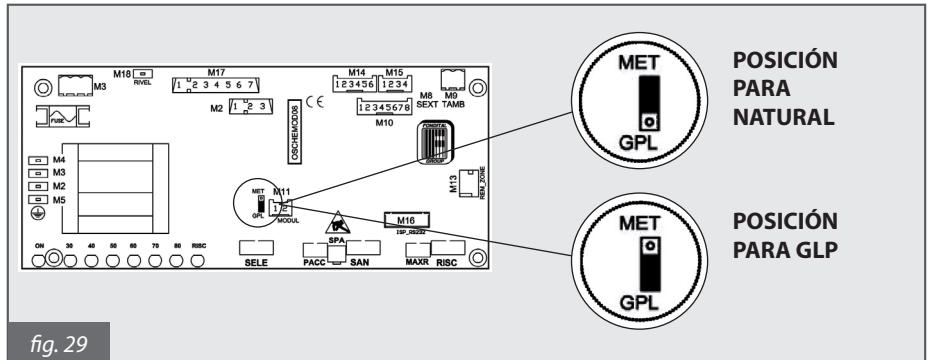

fig. 29
- sobre la tarjeta electrónica colocar el jumper **MET-GPL** en la posición **GPL** (fig. 29);
- sobre la tarjeta electrónica colocar el jumper **MET-GPL** en la posición **MET** (fig. 29);